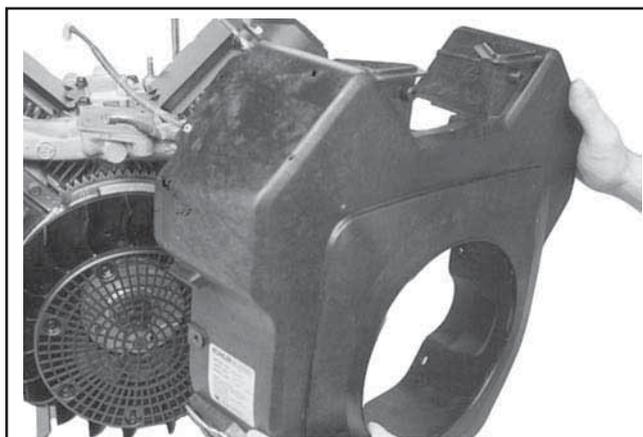

Figure 9-38. Enlèvement du carter de protection du ventilateur.
9. Retirer les vis hexagonales à embase restantes et détacher le carter de protection du ventilateur. Voir la Figure 9-38.